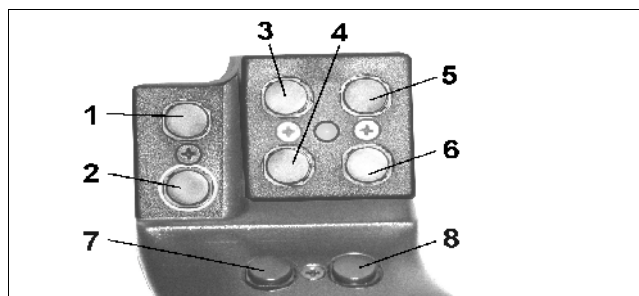
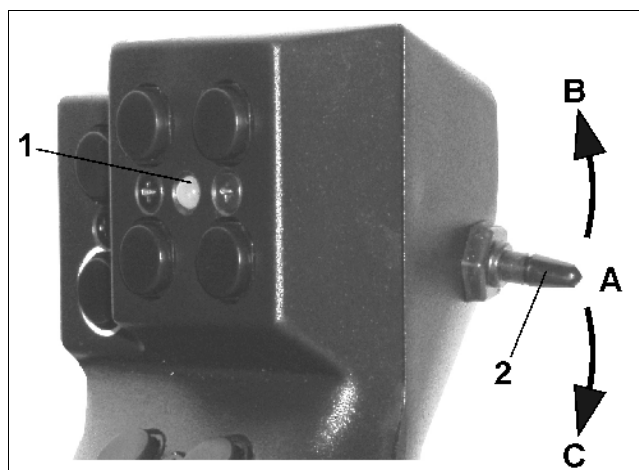

Fig. 90
Fig. 91
För att manövrera sprutan har multifunktionsspaken (Fig. 90) 8 knappar (1 - 8). Genom att påverka strömställaren (Fig. 91/2) kan antalet manöverfunktioner tredubblas.
-  Mittläge (Fig. 91/A) och kan tryckas
-  uppåt (Fig. 91/B) eller
-  nedåt (Fig. 91/C).
Strömställarens position indikeras med lysdioder (Fig. 91/1).